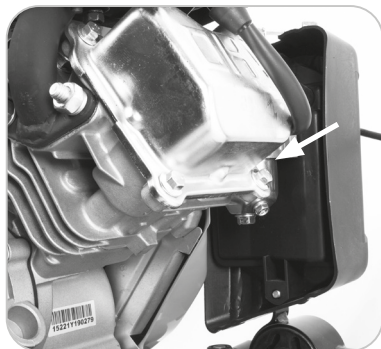

Fig. 20
- Robinetul de scurgere se află sub plutitorul carburatorului. Deschideți-l pentru a permite combustibilului să se scurgă din unealtă. (Fig. 20)
1. Goliți complet combustibilul din rezervorul și din carburatorul unelei. **(Fig. 20)**